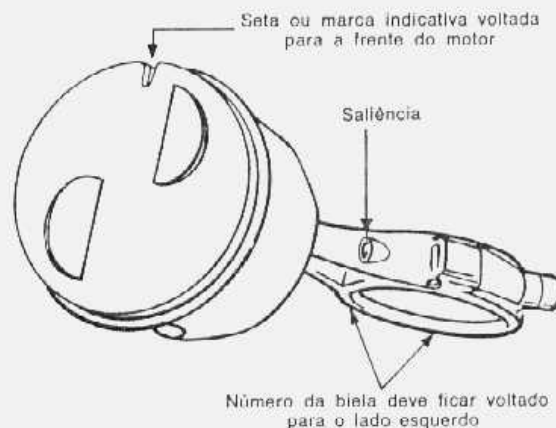

fig. 46 — posição de montagem do êmbolo em relação à biela
1. Aplicar uma fina camada de óleo de motor em todas as peças. Montar o êmbolo na biela observando a posição da saliência na lateral da biela e seta na cabeça do êmbolo conforme indicado na fig. 46.